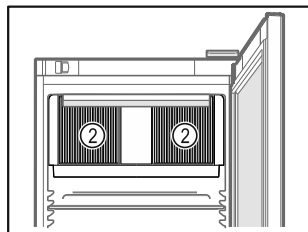

Fig. 71
- Poskrbite, da prezračevalna reža Fig. 71 (2) ventilatorja krožnega zraka v notranjosti ni zakrita.